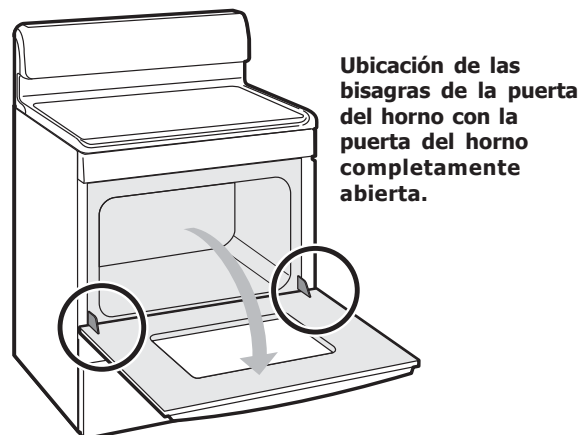

Figura 1
1. Abra completamente la puerta del horno (dejándola horizontal en relación con el piso; vea la figura 1).
3. Abra completamente la puerta del horno (dejándola horizontal en relación con el piso; vea la figura 1).